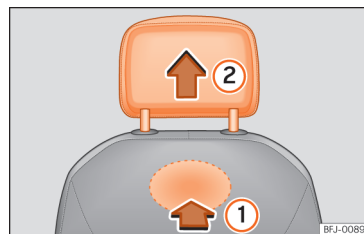

Fig. 69 Encosto de cabeça dianteiro: desmontagem.
- Para desbloqueá-lo, procure o entalhe situado na parte traseira do encosto na zona marcada e pressione no sentido da seta » » Fig. 69 ①.
- Retire o encosto de cabeça no sentido da seta ②.